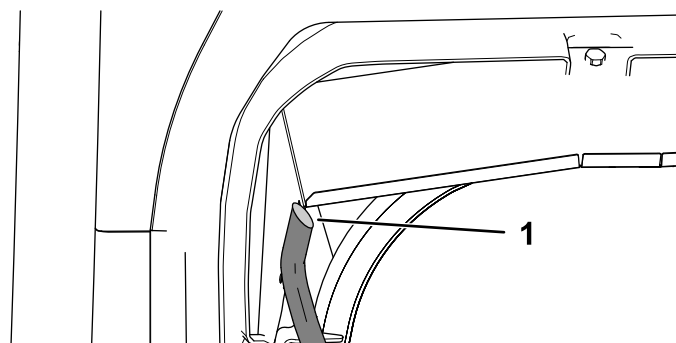

**Рисунок 43**
5. Начиная со стороны пассажира, проложите подсоединенную прозрачную трубку вниз через плиту пола (с педалью сцепления) к водительской стороне автомобиля (Рисунок 43).
6. Прикрепите подсоединенную прозрачную трубку с помощью 3 магнитных креплений со стяжками и 3 кабельных стяжек (Рисунок 43).